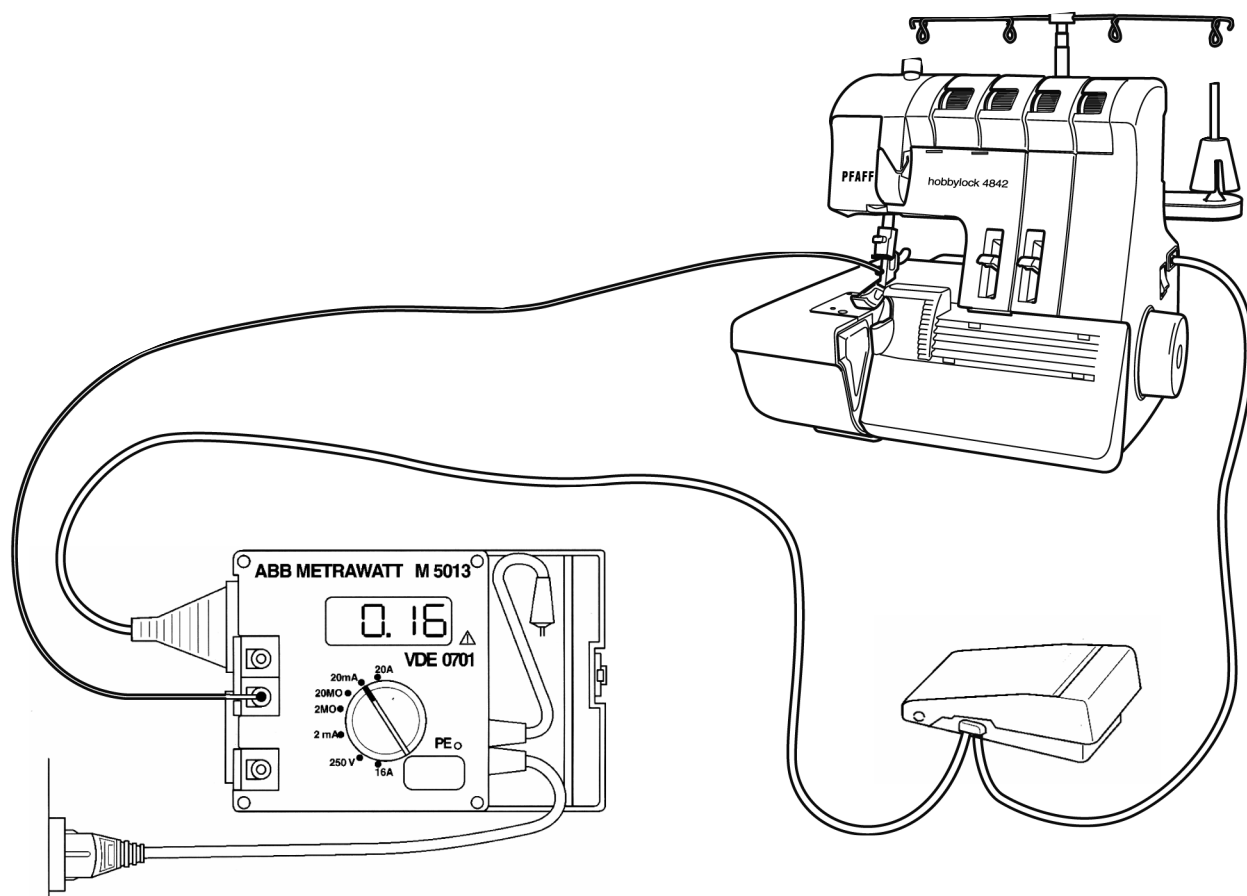

Рис. 4
- Переключатель диапазонов переведите на “20 mA” (рис. 4).